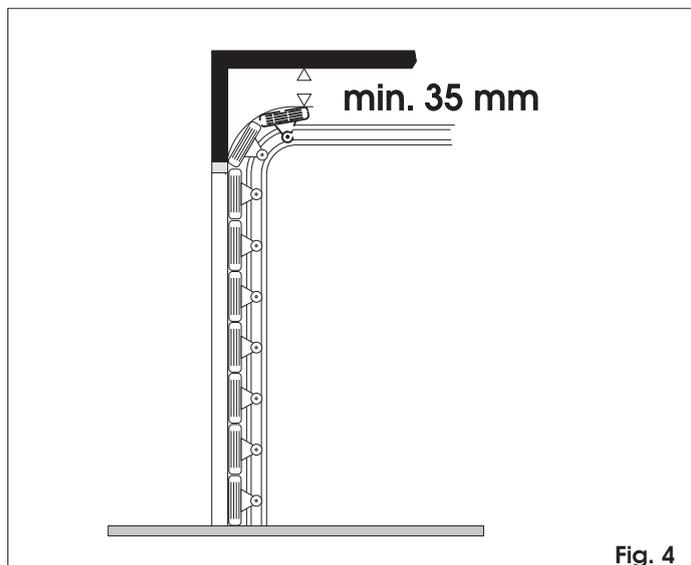

Fig. 4
Maximaler Platzbedarf von der Decke (mm)	35 (Abb. 4)
- Sicherstellen, dass zwischen Decke und dem höchsten Gleitpunkt des Tors ein Freiraum von mindestens 35 mm besteht (Abb. 4).
- 2) Auf dem Sturz eine horizontale Linie anzeichnen, die mit der maximalen vom Tor während der Bewegung erreichten Höhe übereinstimmt (siehe Abb. 4).